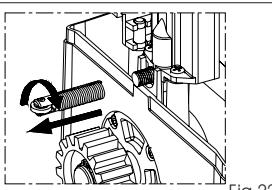

Fig.22
- Pour extraire le ressort, le tourner en **sens des aiguilles d'une montre** et tirer d'après la Fig. 22. L'opération demande une certaine force.